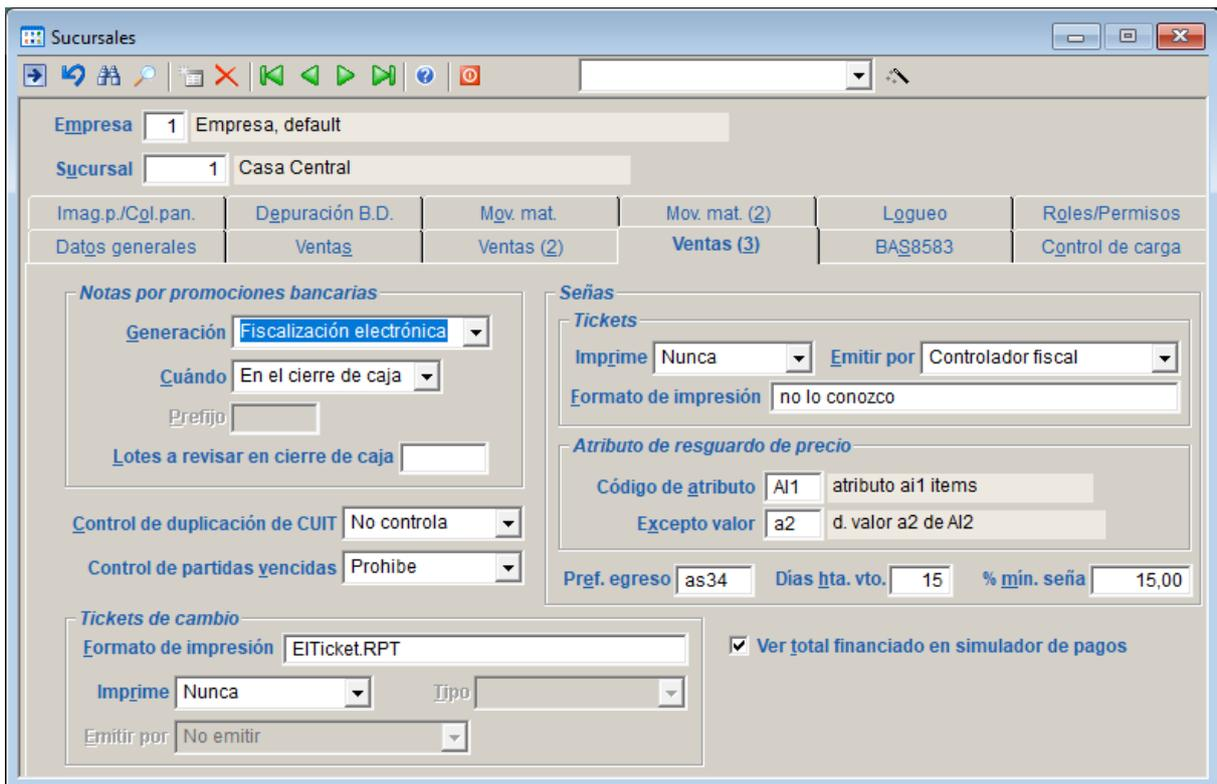

Figura 104
En la solapa “Ventas (3)”, se podrá indicar la opción Fiscalización electrónica para la generación de Notas por promociones bancarias, y dentrol del grupo Tickets de cambio en el daro Emitir por, se agrega la opción Dispositivo conectado (Figura 104).